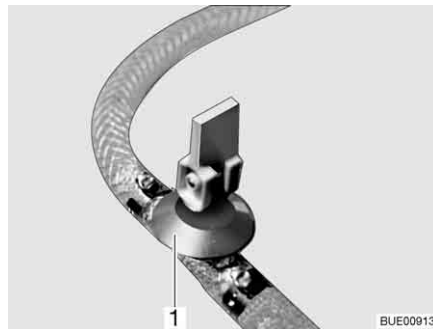
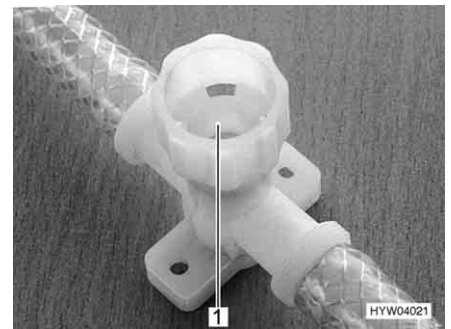

Bild 187 Avtappningskran (med vipparm)
Bild 188 Avtappningskran (med vred)
- Öppna alla avtappningskranar. Ställ för detta avtappningskranens vipparm (Bild 187, 1) lodrätt eller vrid avtappningskranens kran (Bild 188, 1) moturs.